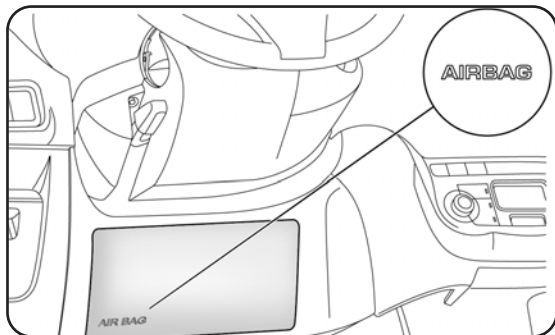

fig. 17
**KNEE AIRBAG ON DRIVER'S SIDE fig. 17**